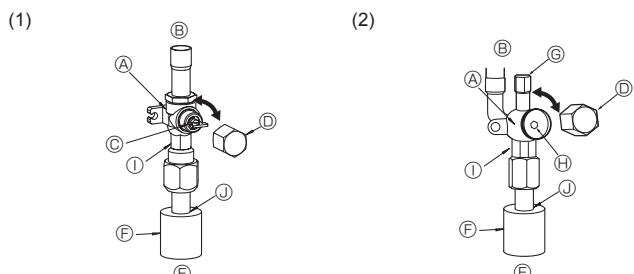

Fig. 4-6
- (1) Gaz tarafı (Fig. 4-6)
- ① Kapağı çıkarın, kolu kendinize doğru çekip saat yönünün tersine 1/4 devir çevirerek açın.
- ② Stop valfinin tamamen açık olduğundan emin olun, kolu içeri itin ve başlığı çevirerek tekrar ilk konumuna getirn.